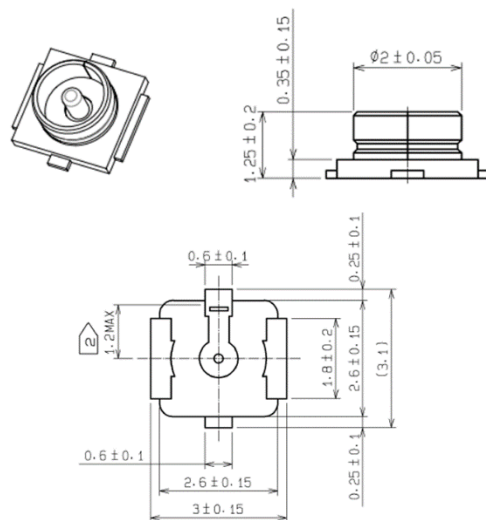

图 5.6 IPEX 连接器参考尺寸图
- ZM5955 系列 Wi-Fi 模组使用的 IPEX 连接器尺寸见图 5.6 所示：